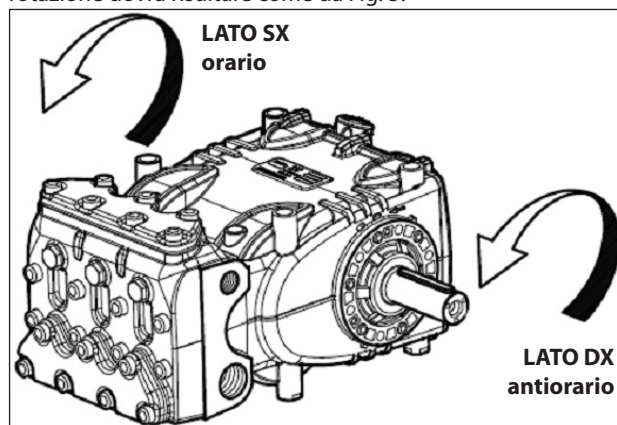

Fig. 5
Il senso di rotazione è indicato da una freccia posizionata sul carter in prossimità dell'albero di presa di moto. Posizionandosi di fronte alla testata pompa il senso di rotazione dovrà risultare come da Fig. 5.
**N.B.** La versione riportata in Fig. 5 è Dx.